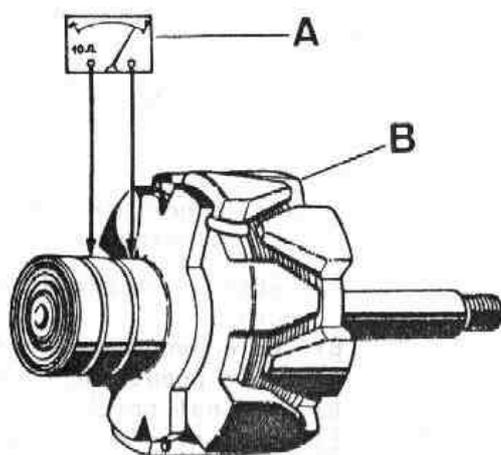

Fig. N-9 Comprobación de la resistencia.
5.1.4. Comprobar la resistencia de los anillos rozantes, aplicando un ohmímetro entre ambos anillos según Fig. N-9 comprobar que la resistencia de la bobina, es de $4 \pm 0,15 - -$.
- Si la aguja del ohmímetro permanece en (OC) significa que la bobina del rotor, se encuentra en circuito abierto.